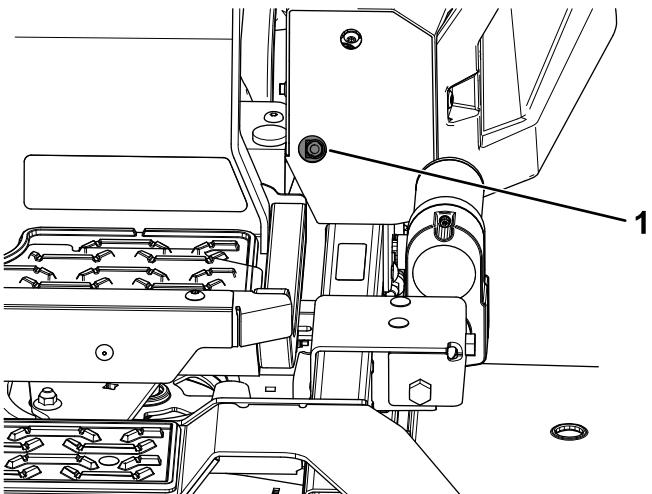
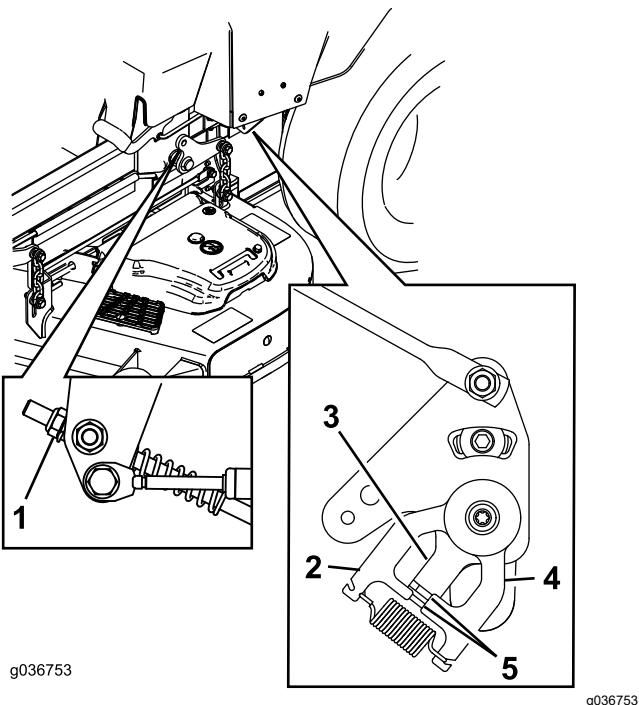

Figura 83
Figura 84
11. Ajuste la longitud de las varillas de control de las bombas girando la tuerca en el sentido apropiado, hasta que las ruedas se muevan ligeramente en marcha atrás (Figura 83 y Figura 84).